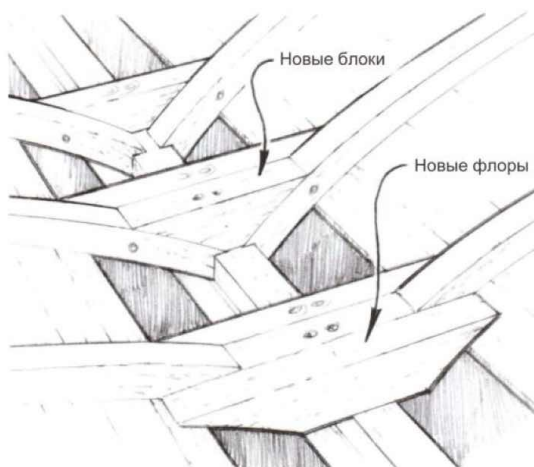

Рисунок 4-10 Приклейте новые флоры и блоки к киль и шпангоутам
5. Приклейте новые флоры и блоки к килю и шпангоутам (Рисунок 4-10). Пропитайте все склеиваемые поверхности и торцы эпоксидной смолой с отвердителем. Нанесите смесь смолы с наполнителем 406. Зафиксируйте детали, пока смола не застынет. Дайте смоле полностью застыть перед тем, как снимать зажимы и переходить к следующему шагу.